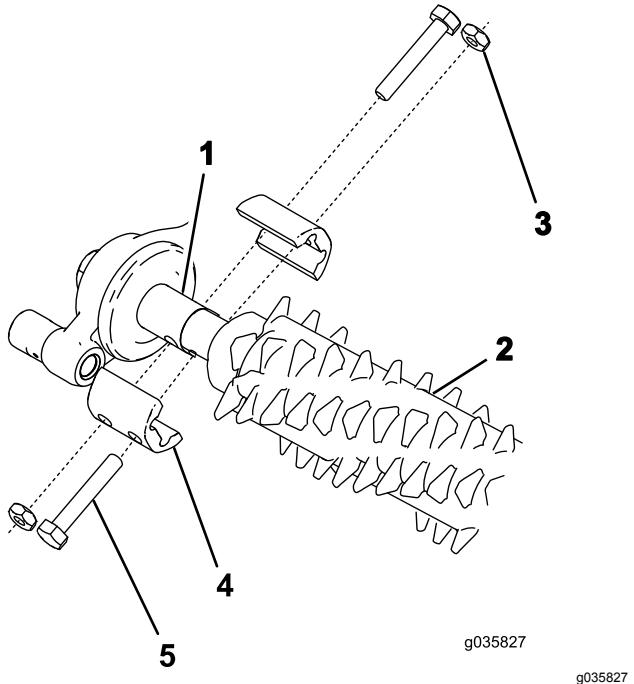

Рисунок 14
- Совместите механическую щетку в сборе с короткими ведущими валами в блоке привода механической щетки и натяжным шкивом в сборе (Рисунок 14).
- Закрепите механическую щетку на машине, как показано на Рисунок 14, используя 4 болта ($\frac{1}{4} \times 1\frac{1}{2}$ дюйма), 4 контргайки и 4 зажима вала.